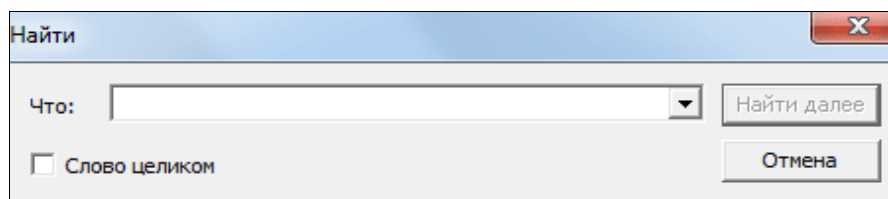

Рис. 1.2.
2. в появившемся диалоговом окне (см. рис. 1.2.) ввести искомое слово или фразу